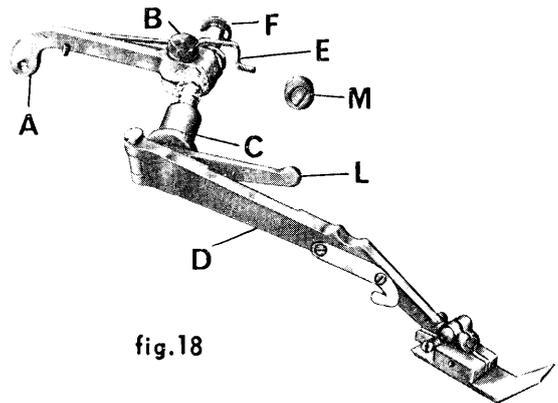

fig.18
e) Bloccaggio e regolazione leva porta piedino (fig.18)